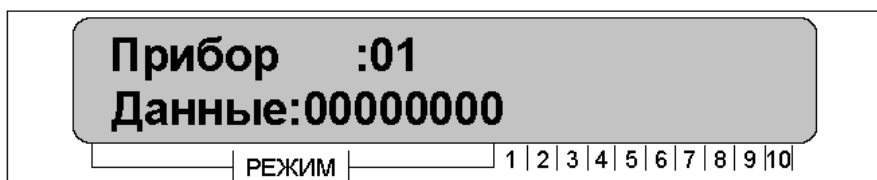

Рисунок 15
- для входа в пункт меню «Прибор» необходимо нажать клавишу «ВВОД», на дисплее ЖКИ клавиатуры появится порядковый номер прибора и данные (по умолчанию 00000000), рисунок 15;